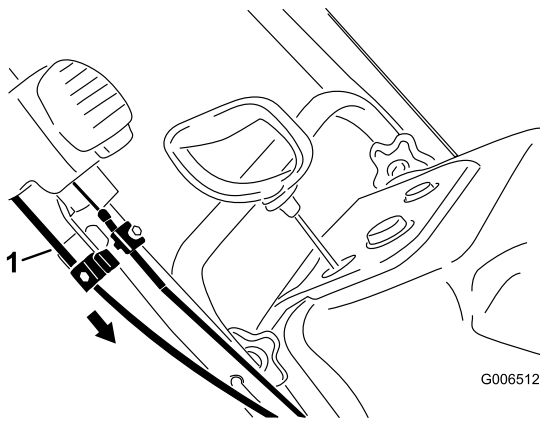

Bild 42
4. Halten Sie den Auswurfkanal in der nach vorne zeigenden Position, ziehen Sie den Mantel des unteren Bowdenzugs nach unten, bis der Bowdenzug kein Spiel mehr hat. Ziehen Sie dann die Schraube an der unteren Kabelklemme fest (Bild 42).